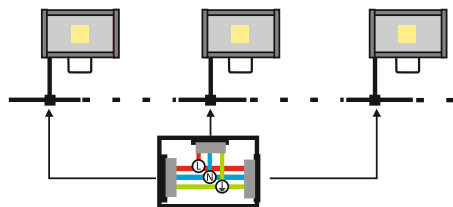

Рис. 1. Схема подключения прожектора к сети электропитания
- Монтаж продукции Gauss® должен быть произведен так, чтобы обеспечить надежную фиксацию и удобный доступ для обслуживания. Подключение светодиодных прожекторов к сети электропитания потребителя производится с помощью клеммной колодки согласно схеме (рис.1). Монтаж производится на любую поверхность – стену, потолок, землю;